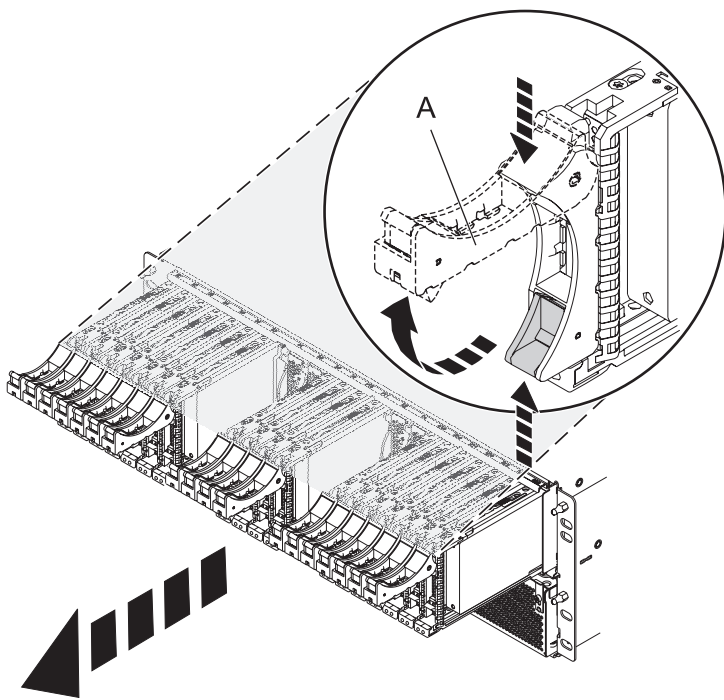

Figura 80. Extracción de las unidades de la placa posterior
4. Extraiga las unidades y los paneles de relleno como se muestra en Figura 80.